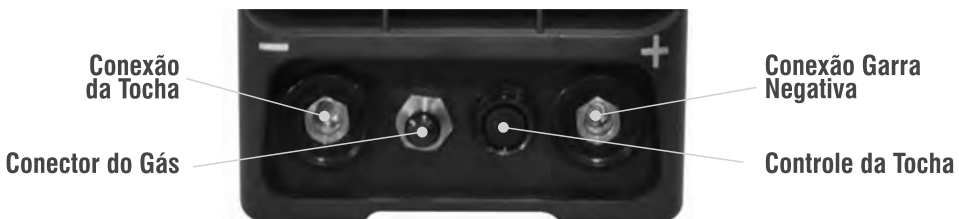

Fig. 3– Sistema de conexão para solda TIG
7.1.2 - Conexão da tocha Na máquina RIV 200M, existem 3 conectores para acoplar a tocha. Conecte o conector de engate rápido da tocha no polo – [negativo] na parte frontal do painel e em seguida gire o conector no sentido horário. Conecte o controle da tocha no conector indicado na Fig. 3. E coloque o conector de gás na saída conforme a Fig. 3 abaixo.